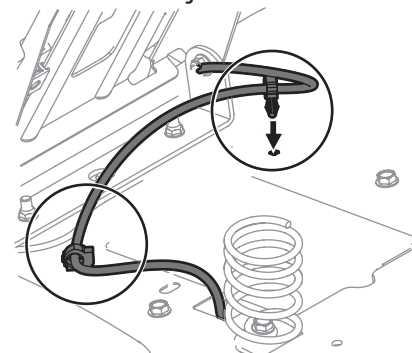

Figura 3
5. Usando la traba del arnés unida al arnés, asegure el exceso de cable al guardabarros colocando las trabas del arnés en su lugar como se muestra en la Figura 3.